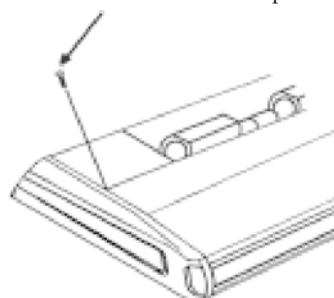

Fig 24
- Remova o parafuso fixador do painel lateral e empurre para frente (como mostrado pela seta) para remover. (Siga a Fig.24)